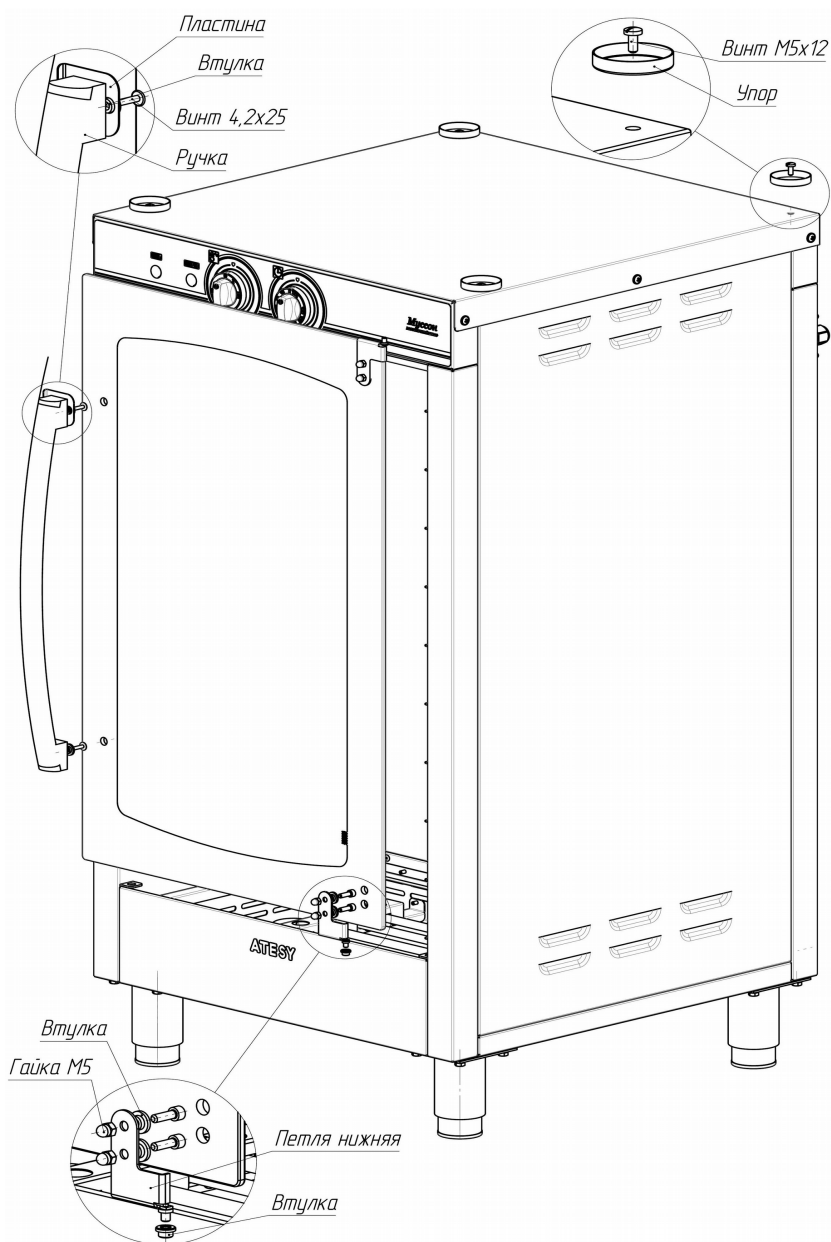

Рис.3
3.5. Схема сборки шкафа показана на примере ШР-10-430.330-01 и представлена на рис. 3.
3.10. Для установки и надежной фиксации конвекционной печи «Тоскана» на верхнюю крышку шкафов необходимо установить упоры (Рис. 3).